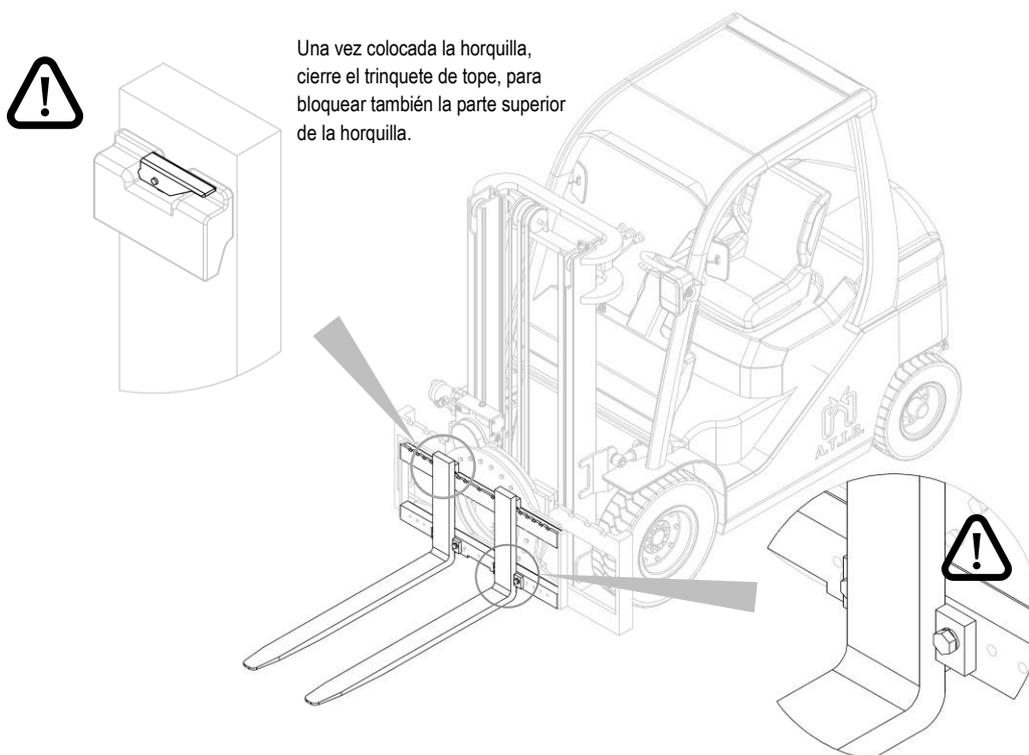

Figura 14
2. Inserta las horquillas y vuelve a apretar los toques (mira *Figura 14*).